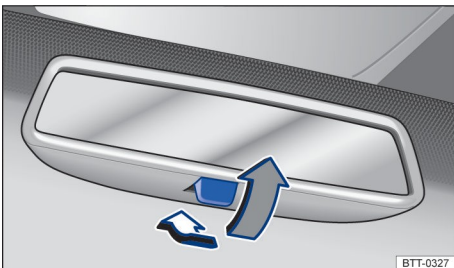

Рисунок 70. На лобовом стекле: внутреннее зеркало заднего вида с антибликовым покрытием с ручным управлением
- Чтобы избежать ослепление бликами, переместите рычаг назад → Рисунок 70.